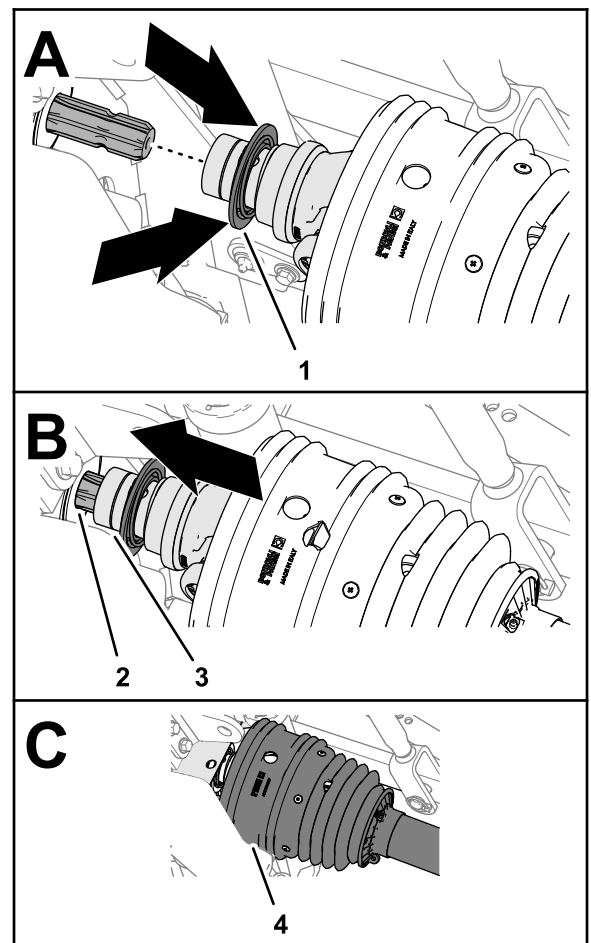

Figura 27
3. Tire hacia atrás del anillo de bloqueo de la horquilla del árbol de transmisión (Figura 27).
adelante, colocando el alojamiento de la horquilla sobre las estrías del árbol de salida de la TDF (Figura 27).
6. Asegúrese de que el protector está posicionado sobre la horquilla del árbol de transmisión (Figura 27).